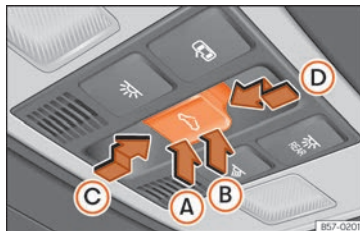

Abb. 89 Im Dachhimmel: Taste des Glasdachs.
Die Taste Abb. 89 hat zwei Stufen. In der ersten Stufe kann das Glasdach ausgestellt sowie ganz oder teilweise geöffnet oder geschlossen werden.
- *Glasdach*: 5 Sekunden ab der Aktivierung des Einklemmschutzes verstreichen, drücken Sie die Taste **↵** »» **Abb. 89** bis zur zweiten Stufe in Pfeilrichtung »» **Abb. 89** **Ⓚ** bis das Dach vollständig schließt.